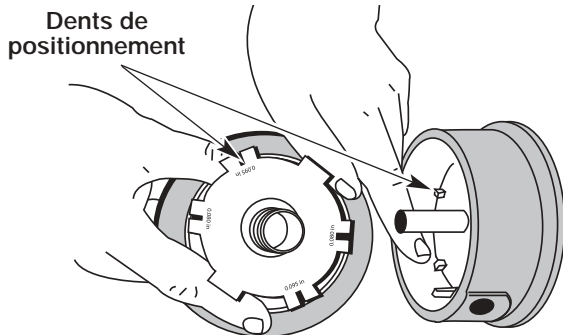

Figure 29
- Vérifiez l'état d'usure des dents de positionnement sur le moulinet intérieur et la bobine extérieure (Fig. 29). Enlevez les ébarbures ou remplacez le moulinet et la bobine au besoin.